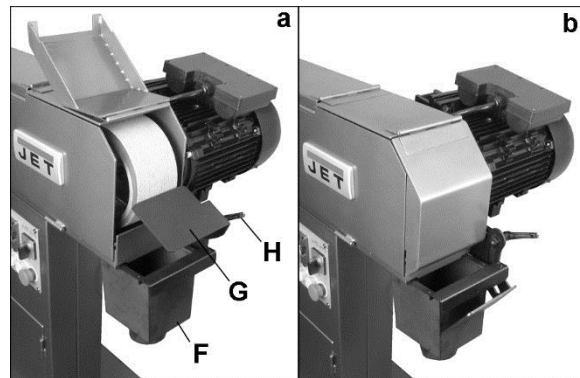

Fig. 6
Mettre la table en position (G, Fig. 6) et serrer la poignée (H).